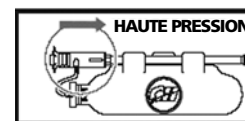

Figure 5
3. Tirer l'embout noir vers soi pour faire en sorte que la lance soit en mode haute pression (Figure 5).